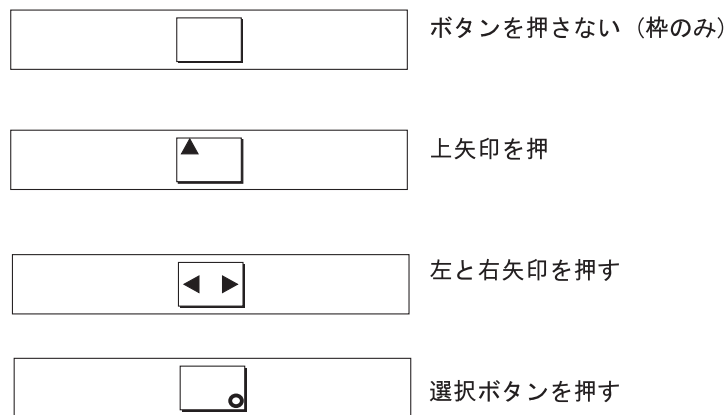

図 70. ボタンを押した場合のフロント・パネル表示
3. 上移動、下移動、左移動、右移動の各ボタンを押して、それらが作動しているか検査する。図 70 では、ボタンを押したときにフロント・パネルに表示される 4 つの例を示しています。ボタンのテストが完了したら、選択ボタンを 5 秒間押したままにして、テストを終了します。